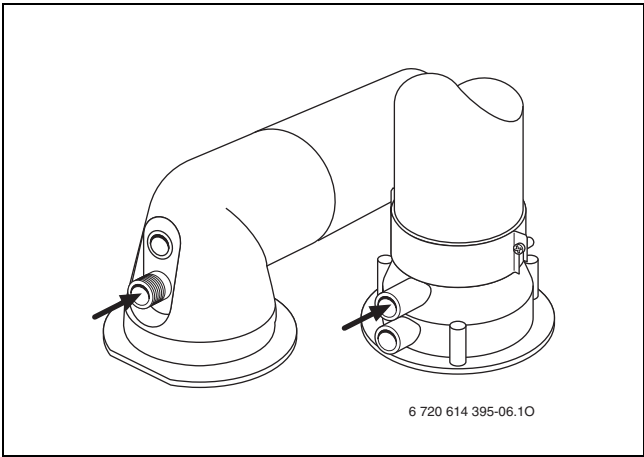

Fig. 43
- Rimuovere il tappo dalle prese di analisi combustione (→ fig. 43).